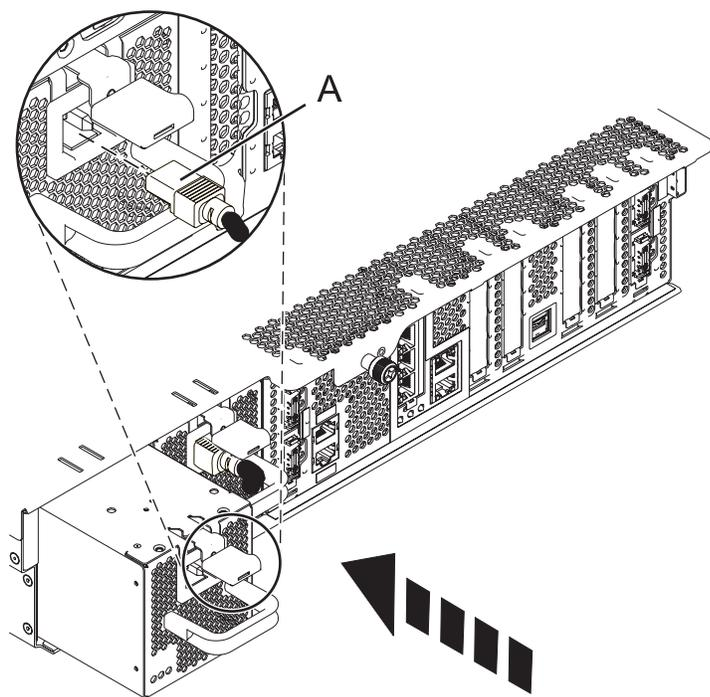

Figure 7. Remplacement d'une alimentation électrique
2. Alignez le bloc d'alimentation électrique avec la baie et glissez-le dans le système, jusqu'à ce que le taquet s'enclenche, comme illustré dans la figure 7.
3. Rebranchez le câble d'alimentation (A) à l'avant du bloc, comme indiqué à la figure 7.